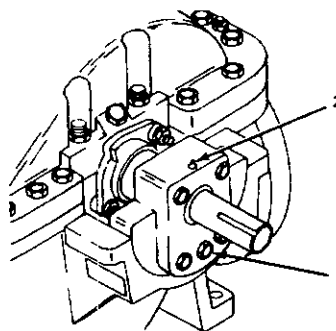

Figura 3-1
- (a) Quite el tapón de alivio (1) en el alojamiento del cojinete. Vea la figura 3-1.
- (b) Inserte la grasa a través de la graseras (2) hasta que la grasa salga a través del agujero del tapón de alivio.